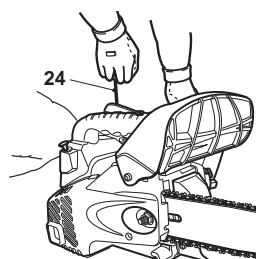

Fig. 25
6. Calez l'appareil par terre. Prenez la poignée avant (29) dans votre main gauche et calez l'arrière de la poignée arrière sur votre genou droit. Puis tirez d'un coup sec sur la poignée du lanceur à rappel (24) à 3 ou 4 reprises. N'essayez pas de lancer le moteur en tenant l'appareil d'une seule main (Fig. 25).